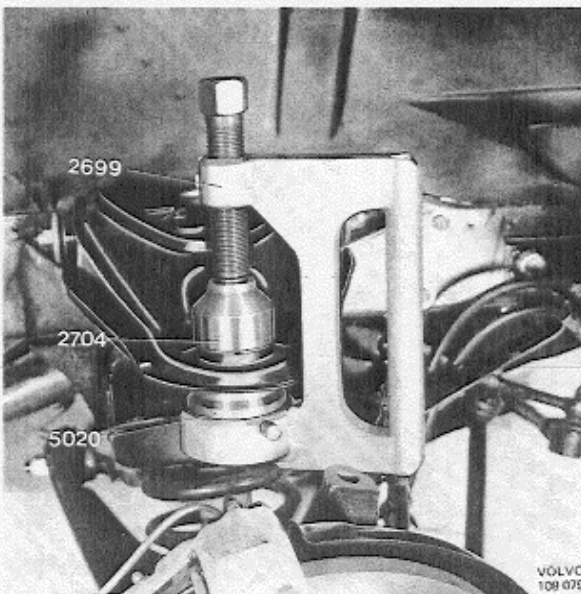

Abb. 29 Einbau des oberen Kugelgelenkes
2. Kugelgelenk mit Preßwerkzeug 2699, Hülse 5005 und Dorn 2704 gem. Abb. 29 in den oberen Querlenker einpressen. Hierbei beachten, daß die